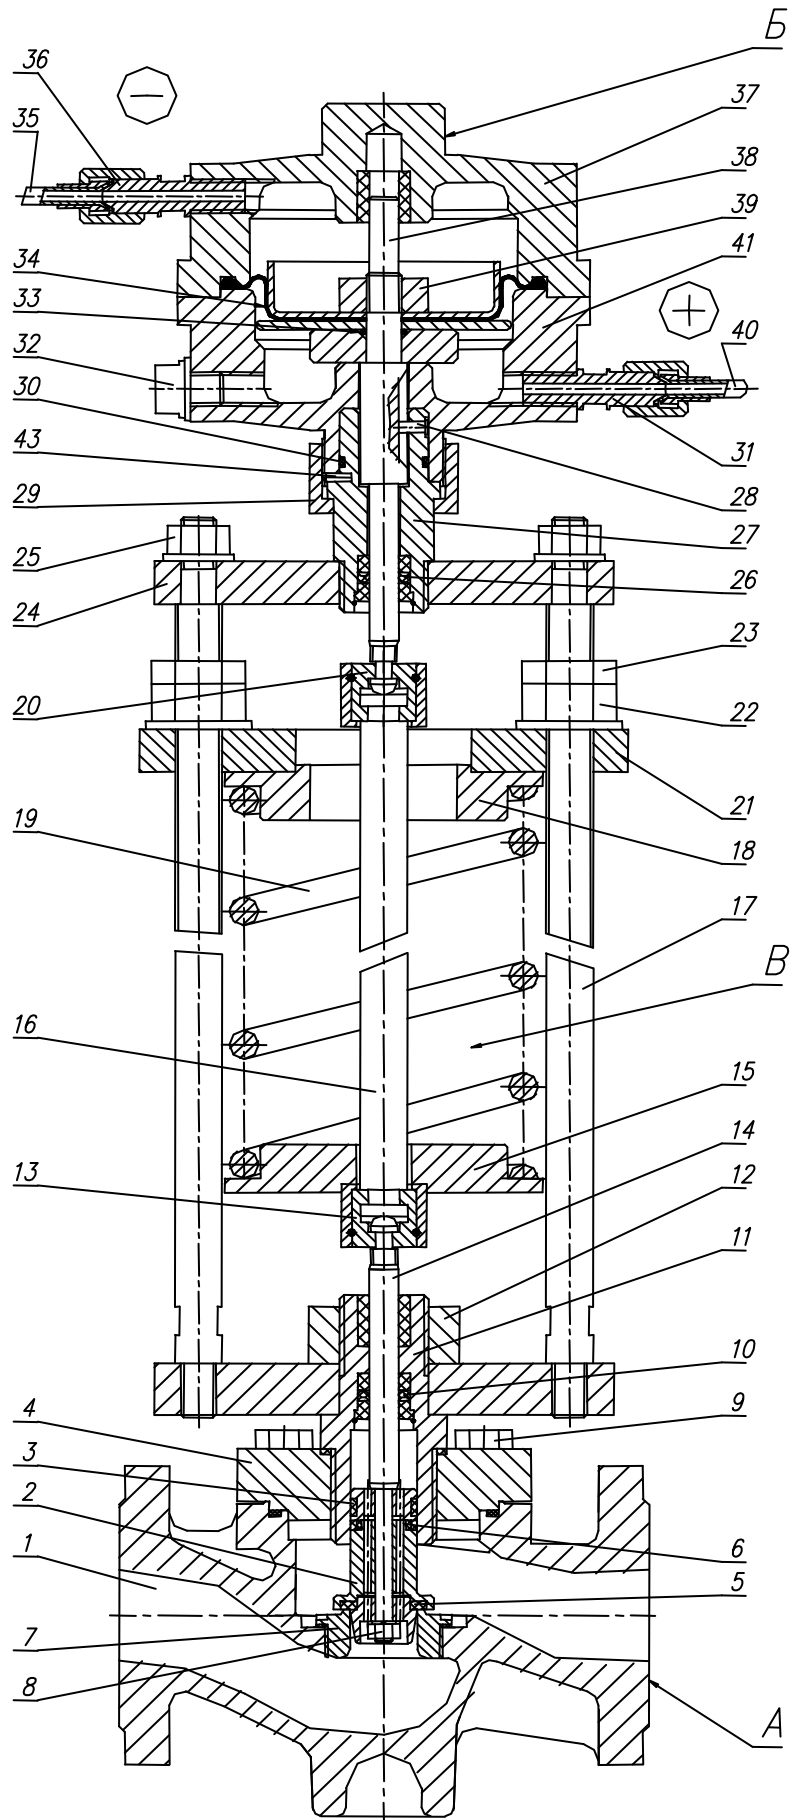

Рисунок 1. Общее устройство регулятора РД-В-25.
2.2.5. Регулятор устанавливать на горизонтальном участке трубопровода согласно схеме подключения (см. рис.1 приложения). Перед регулятором установить магнито-сетчатый фильтр.